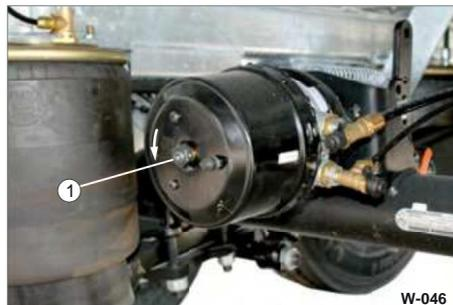

Fig. 51 Rilascio del freno di stazionamento
• Ruotare la vite di rilascio (Fig. 51/1).